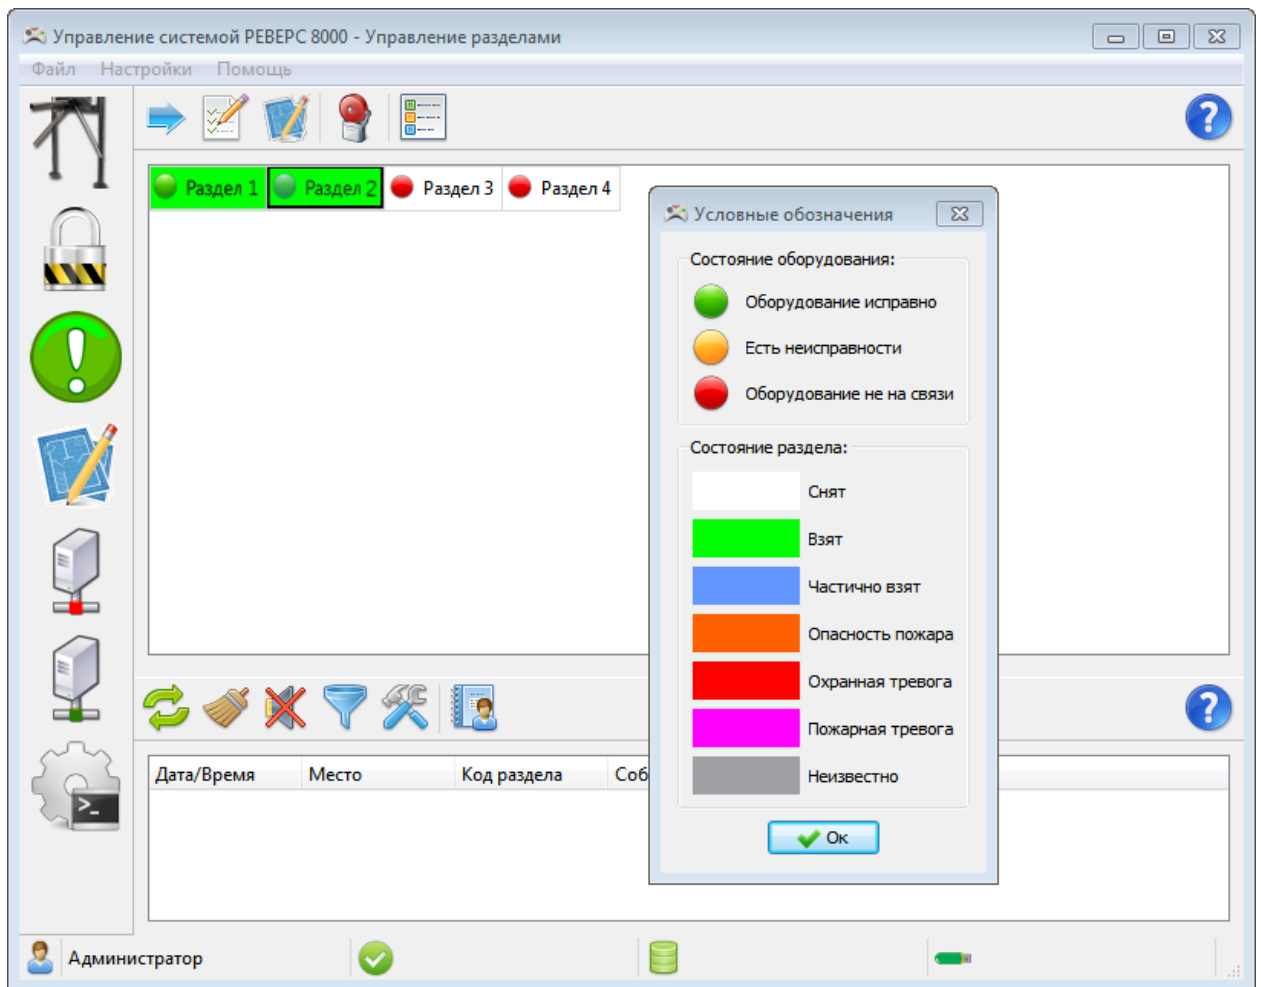

Рис. 11. Отображение состояний разделов.
- Как уже было сказано выше, можно следить за состоянием системы **по сетке разделов** (см. рис. 11);